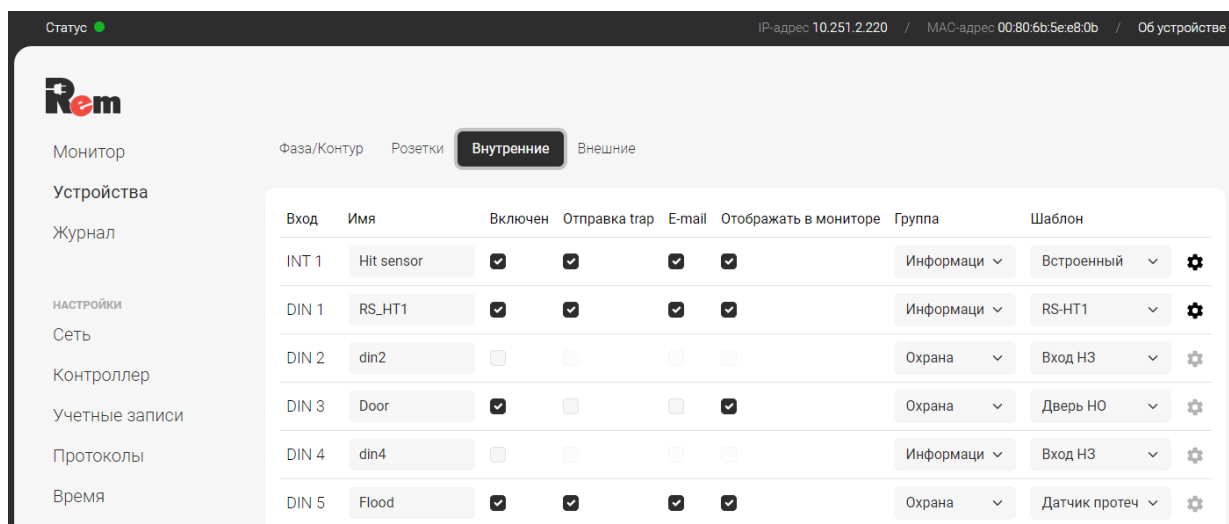

Рис. 8.1.6 - Вкладка настройки внутренних устройств
- Настроить датчики (см. Рис. 8.1.6).